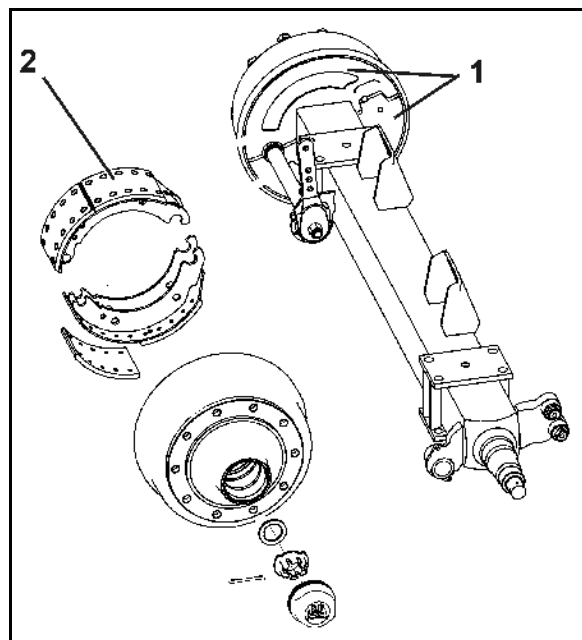

Fig. 87
1. Desenroscar las dos cubiertas protectoras (Fig. 87/1) de la parte interior del tambor de freno.
La suciedad procedente del exterior puede acumularse sobre los forros del freno (Fig. 87/2) y perjudicar seriamente al rendimiento de frenado.